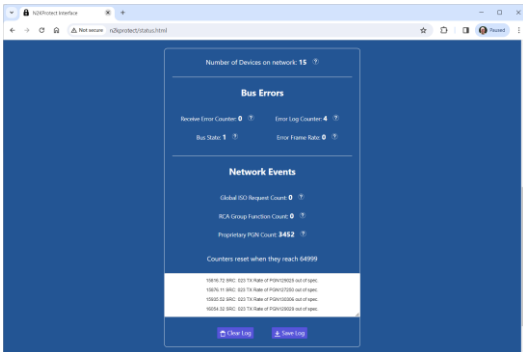

Abbildung 3
- Weitere Indikatoren sind (siehe Abb. 3):